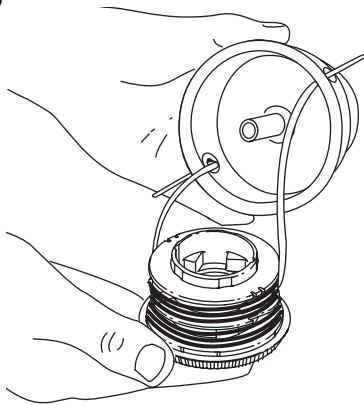

Fig. 24
3. Inserte los extremos de la línea de corte del nuevo carrete interior dentro de los ojillos de la bobina exterior (Fig. 24). Coloque el nuevo carrete interior con la flecha hacia arriba dentro de la bobina exterior.
3. Saque el carrete interior con la línea existente de la bobina exterior (Fig. 24).